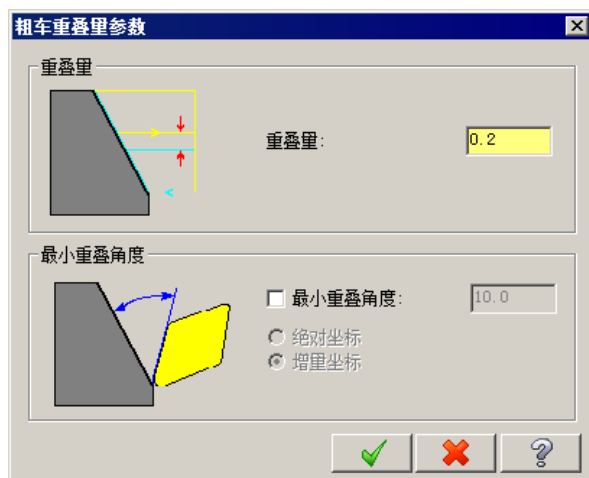

图 8.2.14 “粗车重叠量参数”对话框
- **重叠量(O)** 按钮：当该按钮前的复选框处于选中状态时，该按钮可用。单击此按钮，系统会弹出图 8.2.14 所示的“粗车重叠量参数”对话框，用户可以通过此对话框